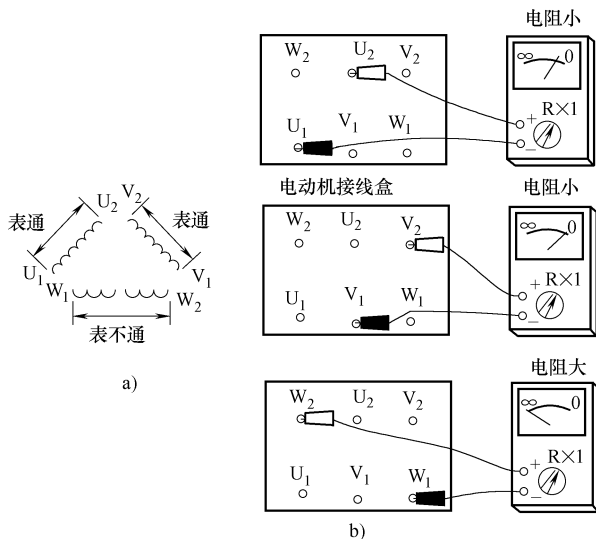

图 2-35 判断是否为断路故障（“△”联结）
1) 查找断路相 对于“△”联结的电动机，应把三相绕组的连接接头拆开，分别测量电动机绕组的直流电阻检查，如图 2-35